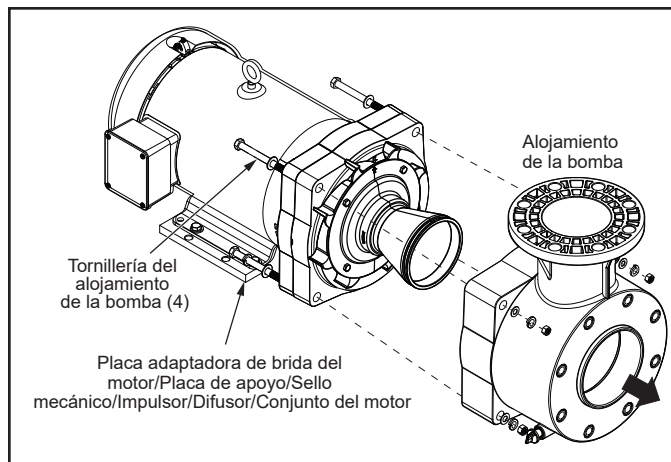

Figura 13. Quitar el alojamiento de la bomba
8. Con una llave de 15/16", afloje los cuatro (4) tornillos hexagonales de la tornillería del alojamiento de la bomba que sujetan el alojamiento de la bomba al conjunto del motor, la placa adaptadora de la brida del motor, la placa de apoyo, el sello mecánico, el impulsor y el difusor. Consulte la Figura 13.
9. Tire cuidadosamente del alojamiento de la bomba para separarlo del conjunto del motor. Verifique que el difusor se separa del alojamiento de la bomba durante este proceso. Consulte la Figura 13.